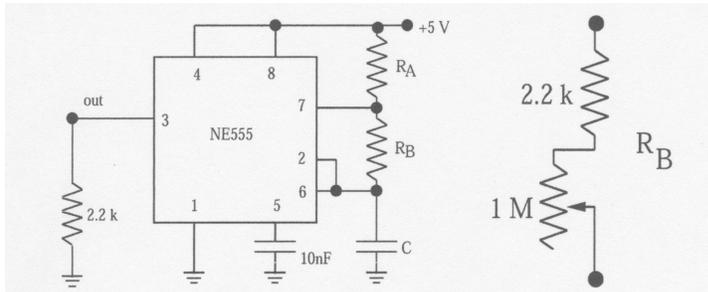

Figure 2: NE555 circuito oscillante
Il 555 puo' essere usato come circuito oscillante, *modo stabile*, con la configurazione mostrata in fig. 2. Il circuito lavora nel seguente modo: il FF nel 555 e' settato, "set", e il transistor di scarico non conduce. In questo modo il condensatore C si carica via  $R_A$  e  $R_B$  fino a che la tensione del condensatore non raggiunge i  $2/3$  di  $V_{CC}$ . A questo punto, il comparatore superiore scatta ed il FF e' resettato a "low", (L). Il transistor di scarica a questo punto parte a condurre e scarica C via  $R_B$ , finche' la tensione di C non cade sotto l' $1/3$  di  $V_{CC}$ ; a questo punto il comparatore posto in basso (pin 2) scatta anche lui e setta il FF di nuovo.